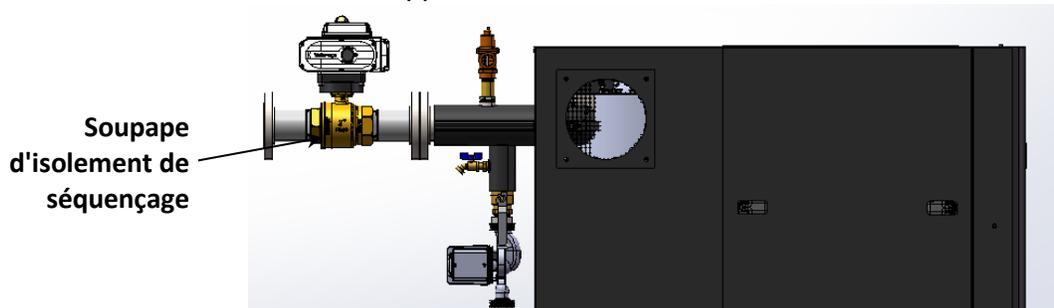

Figure 2-19: Installation de la vanne de séquençage
3. Assurez-vous que la vanne est positionnée avec la position du boîtier de l'actionneur comme indiqué dans Figure 2-19: Installation de la vanne de séquençage.